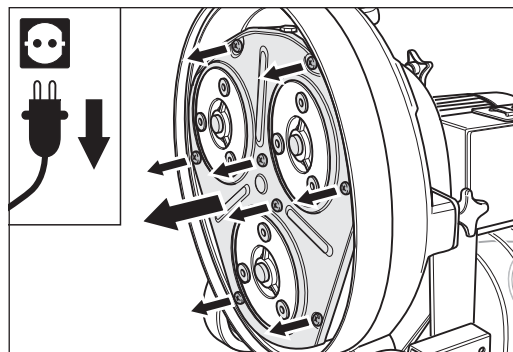

Fig. 36 A continuación se quitan los ocho tornillos y la chapa cobertora.
- 6 Quite los ocho tornillos que sujetan la chapa cobertora y quite esta chapa (Fig. 36). Aprovechando esta ocasión, revise si se tiene que renovar el filtro obturador en la cara interna de la chapa cobertora (véase el párrafo 6.6, *Cambio del filtro obturador de la cubierta del alojamiento de discos lijadores*).